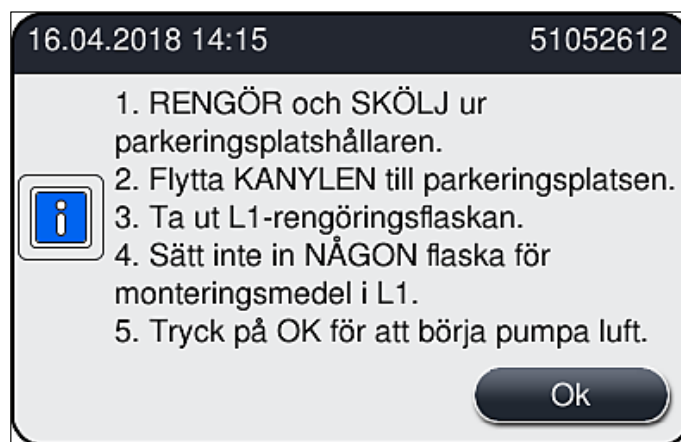

Bild 106
4. Observera informationsmeddelandet med instruktioner som följer (→ Bild 106) och bekräfta med **Ok**.